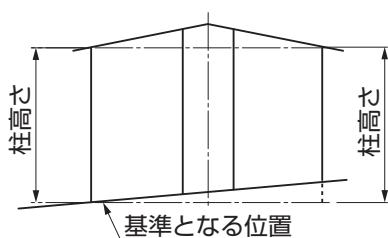

図2-1
- 柱は基準となる位置から同じ高さとしてください。合掌棟木に水がたまり、漏水するおそれがあります。また合掌棟木の取付けに支障をきたす場合があります。(図2-1参照)